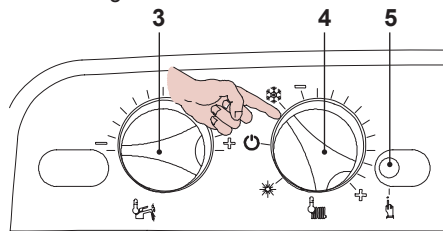
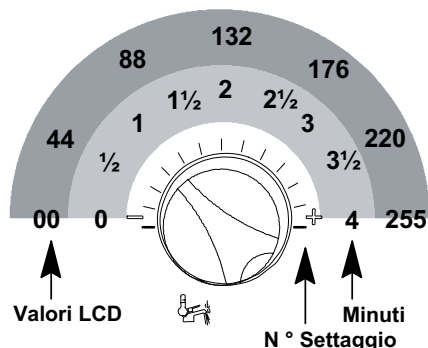

Fig. 5.47
Fig. 5.51
- Prima di alimentare elettricamente la caldaia posizionare le manopole 3 e 4 come indicato in Fig. 5.47.
- Per settare il tempo di postcircolazione della pompa bisogna entrare nella programmazione premendo per 15 secondi il pulsante di ripristino **5**, in Fig. 5.47 fino alla comparsa del parametro **P01** sul display LCD; sul display LCD compare la seguente visualizzazione (la sequenza **P01** si alterna ---).
- Premere il pulsante di ripristino **5** in Fig. 5.47 per lo scorrimento dei vari parametri sino al raggiungimento del parametro **P11** valido per il settaggio postcircolazione della pompa; sul display LCD compare la seguente visualizzazione (la sequenza **P11** si alterna **44**).
Per cambiare il settaggio ruotare la manopola di regolazione temperatura sanitari **3** in Fig. 5.47 e posizionarla sul tempo prescelto Fig. 5.51.
Il passo del settaggio della manopola **3** Fig. 5.51 corrisponde a un valore letto sul display LCD di circa **44** (40 secondi) e questo valore può essere variato fino a circa **255** (4 minuti); nell'LCD la sequenza **P11** si alterna con **60**.